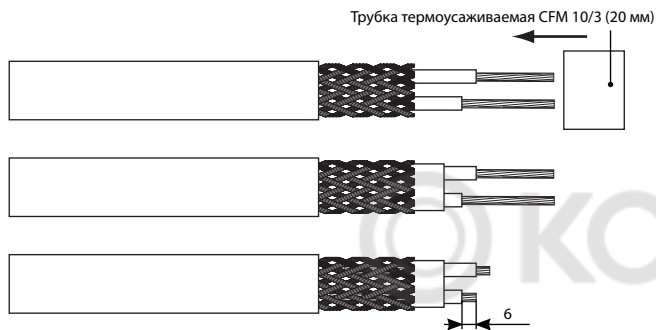
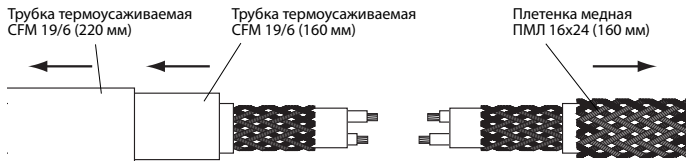

Рис. 4
Рис. 5
5.5. Установить трубки термоусаживаемые (поз. 4 состава комплекта) и усадить с помощью воздушного термопистолета. В промежутке между жилами соединить термоусаживаемую трубку плоскогубцами (рис. 4).
5.6. Обрезать токопроводящие жилы на длине 6 мм от трубки термоусаживаемой (рис. 4). На одну из лент надеть трубки термоусаживаемые (поз. 7 и 8 состава комплекта) (рис. 5). На другую – пленку медную (поз. 11 состава комплекта).